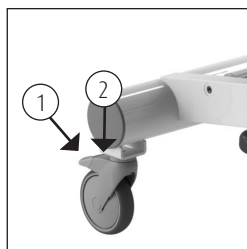

Figura 1. Bloqueo de ruedas.
- El freno se puede aplicar en el Amfora empujando hacia abajo el labio azul (1) de la rueda (Ver figura 1).
- Para quitar el freno del Amfora, se debe mover hacia arriba el mismo labio de la rueda golpeando ligeramente la parte superior del labio (2) (Ver figura 1).